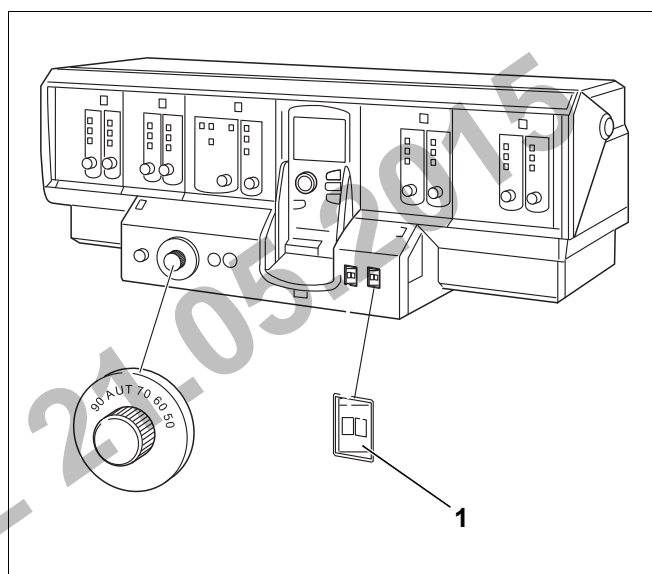

Рис. 49 Logamatic 4311
- ▶ Установите пусковой выключатель рис. 49, [1]) на системе управления в положение "0".